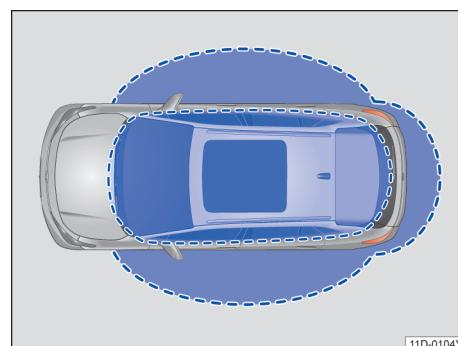
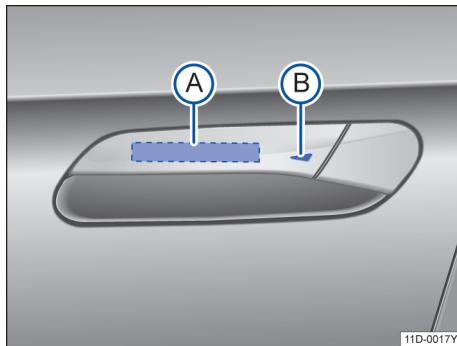

图 43 无钥匙进入闭锁/启动系统：工作范围
图 44 无钥匙系统 Kessy：车门拉手上的传感区
Kessy 是一种无钥匙系统，它可以实现在不操作遥控钥匙的情况下解锁或锁止汽车。操作者只需随身携带一把有效遥控钥匙，并处于车门或行李厢盖的有效感应区域内→图 43，同时触摸车门拉手上的传感区之一→图 44 或按压行李厢盖上的按钮即可实现。
如果有一把有效遥控钥匙在有效感应区域→图 43 内，则无钥匙系统 Kessy 会将访问权限授予该钥匙。紧接着可以在不主动操作遥控钥匙的情况下执行以下功能：
- 按压→图 44(A)解锁 Kessy。
- 触摸车门拉手上的传感区→图 44(B)一次。汽车锁止。
如果在行李厢盖的有效感应区域→图 43 有一把有效的遥控钥匙。
- 要便捷关闭所有电动车窗和天窗，请用手指按住车门拉手上的传感区→图 44(B)几秒钟。
- 松开传感区→图 44(B)即可中断该功能。如果在松开车门拉手上的传感区→图 44(B)后立即将手放入(A)内，则所有车窗停在原位置（安全功能）▲→第 58 页。